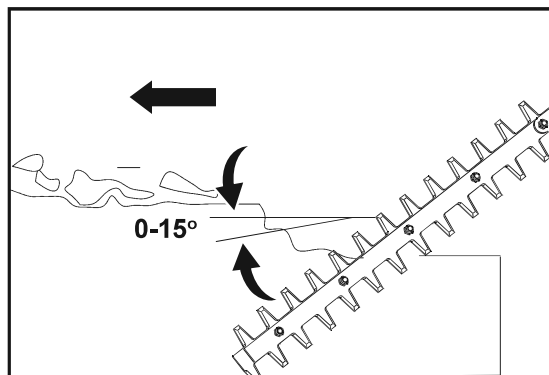

Fig. 40
9. Depois de cortar dos lados, avance para o topo. Tente manter o dispositivo de corte a um ângulo de aproximadamente 15° em relação à superfície de corte (Fig. 40).